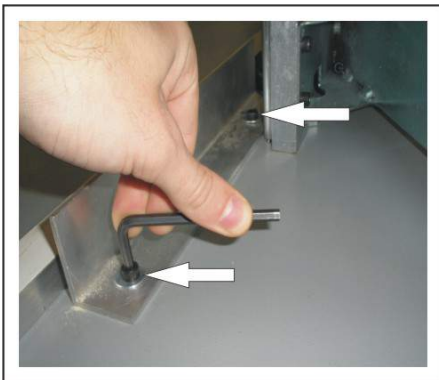

Fig. 36
- ✓ Com uma chave Allen 5mm solte os parafusos conforme fig. 36.